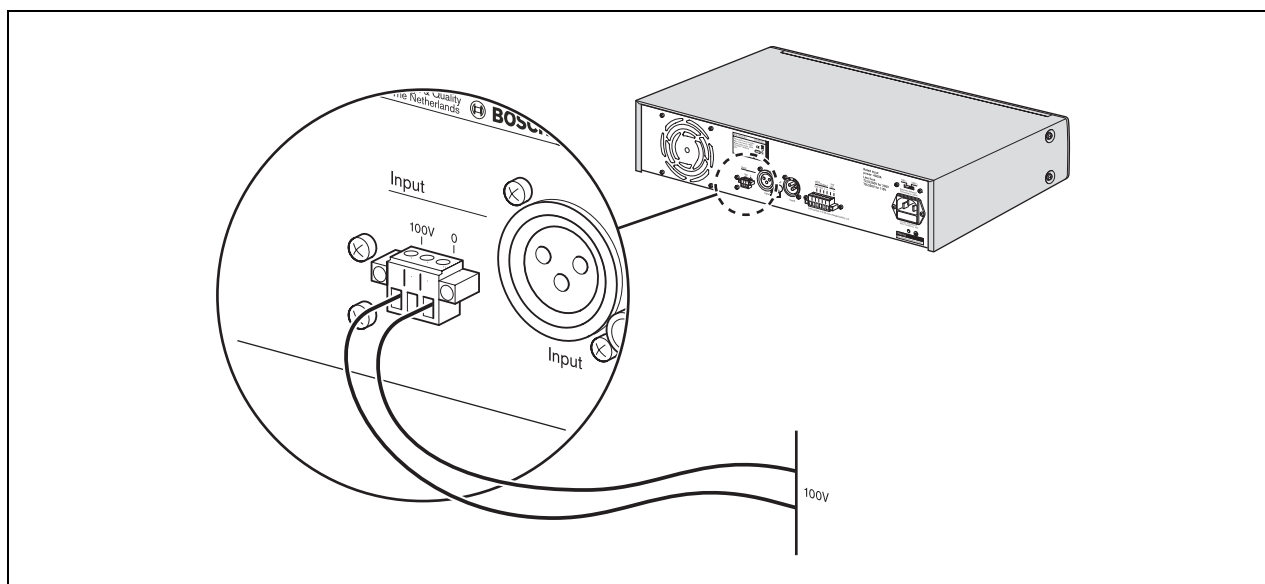

figure 4.2: Connexion d'un signal d'entrée 100 volts
Un signal d'entrée de 100 V peut être connecté à un connecteur de borne à vis enfichable Euro (2) à l'arrière de l'unité comme illustré en figure 4.2.